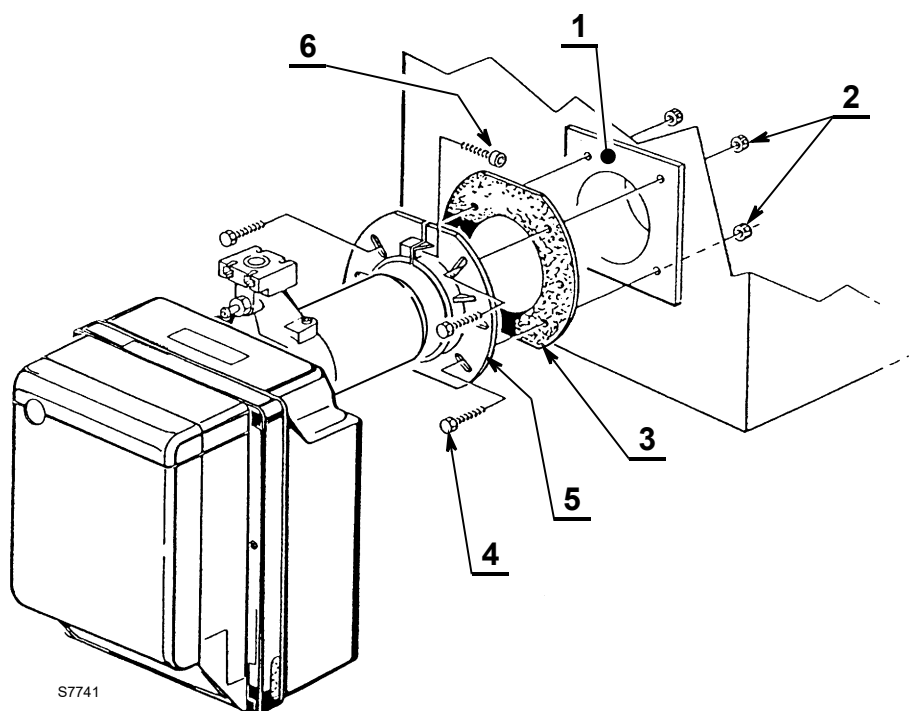

Fig. 12
- Fissare alla portina della caldaia 1)(Fig. 12) la flangia 5)(Fig. 12) interponendo lo schermo isolante 3) mediante le viti 4) e (se necessario) i dadi 2), ma tenendo allentata una delle due viti superiori 4)(Fig. 12).
- Infilare la testa di combustione del bruciatore nella flangia 5)(Fig. 12), stringere la flangia con la vite 6), quindi bloccare la vite 4)(Fig. 12) rimasta allentata.